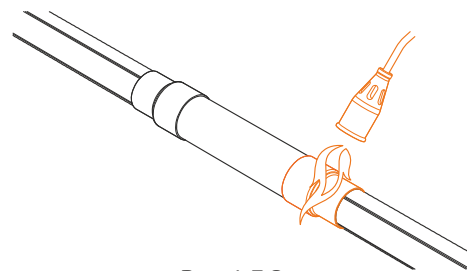

Рис. 4.7.8
8. Произвести операции 6 и 7 с рукавом на другом торце муфты. (рис. 4.7.8).